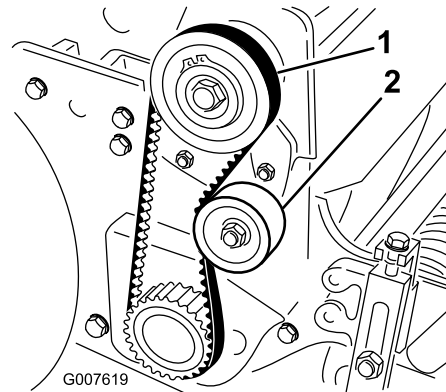

图42
2. 使用 18~22N 的作用力按压皮带轮（图42）中间部位的皮带，检查皮带的张紧力。皮带应下压 6mm。
- A. 松开怠轮皮带轮安装螺母，并紧贴着皮带背面顺时针旋转怠轮皮带轮，直至达到所需的皮带张紧力（图42）。